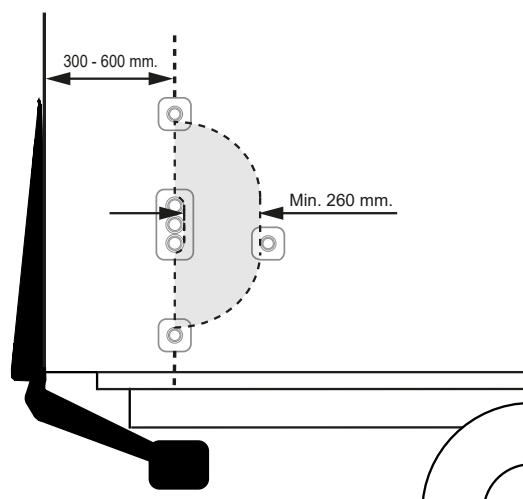

Figura 59. Montaje del actuador CD 1 a dos manos.
2. La distancia entre el borde trasero del vehículo y el centro de los dispositivos de mando debe ser 300-600 mm. Las distancias entre los dispositivos de mando deben ser de 260 mm como mínimo. Véase Figura 59.